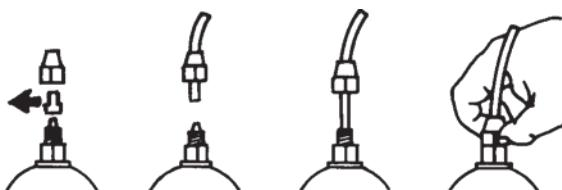

Fig. 7
E) Quitar las dos cápsulas de protección de los empalmes, introducir a fondo los tubos con sus correspondientes empalmes cónicos y bloquearlos con sus virolas para fijarlos. (Fig. 7).